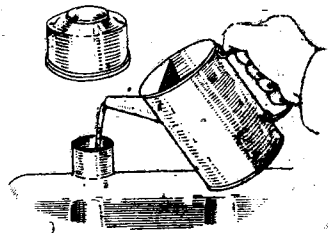

Рис. 7. Доливка масла в картер двигателя.
5. Доливку масла во время обкатки производите наиболее жидким маслом из числа рекомендованных, так как оно способствует лучшей приработке деталей двигателя. Для доливки масла в картер снимайте фильтр вентиляции (рис. 7).